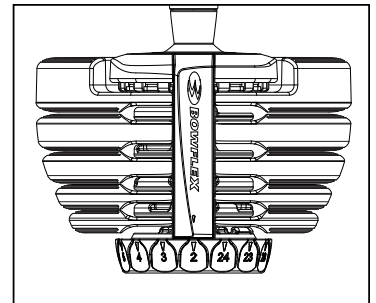

Abbildung 1
3. Die Gewichtsschritte liegen zwischen 2 kg und 24 kg (5 und 52,5 lbs) an beiden Einstellrädern. Wenn Sie beispielsweise ein Gewicht von 9 kg einstellen möchten, müssen Sie beide Einstellräder so lange drehen, bis der Pfeil an der Außenseite des Bowflex® Typenschildes auf die Zahl „9“ zeigt (Abb. 1).